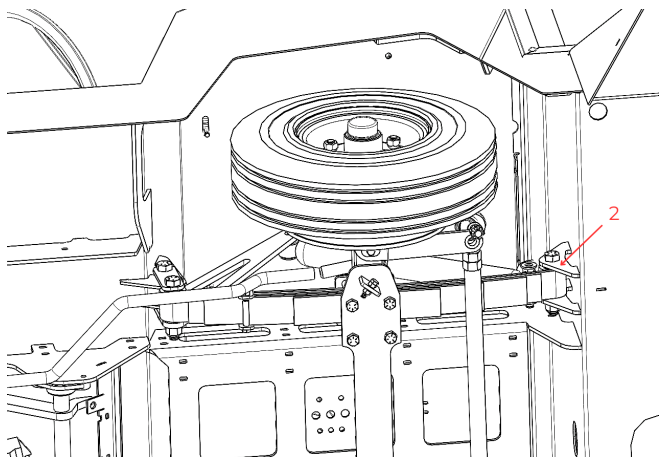

Figure 38. Plaques de montage de la suspension avant.
- Plaques de montage de la suspension avant (2) (voir figure 38).